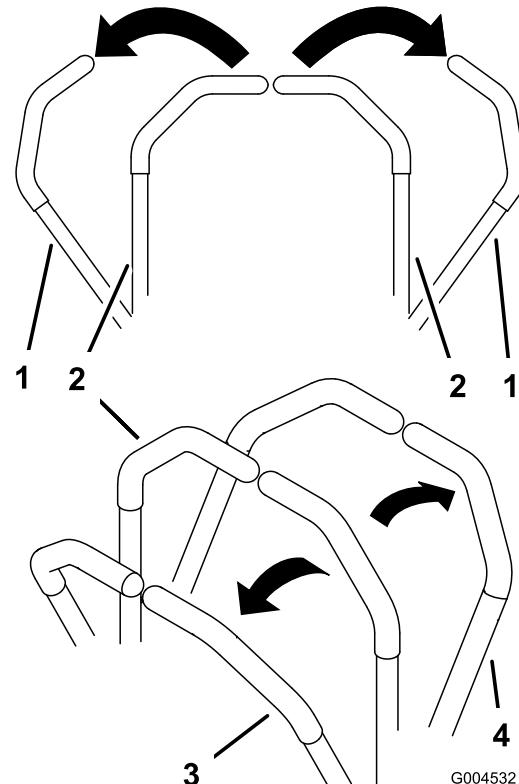

Figura 17
1. Mueva las palancas de control de movimiento hacia fuera (Figura 17) a la posición de bloqueo/punto muerto.
- Para ir hacia adelante, empuje lentamente las palancas de control de movimiento hacia adelante (Figura 17).
Para ir recto, aplique la misma presión a ambas palancas de control de movimiento (Figura 17).
Para girar, mueva la palanca de control de movimiento hacia punto muerto en el sentido en el que desea girar (Figura 17).
- Para ir hacia atrás, tire lentamente de las palancas de control de movimiento hacia atrás (Figura 17).
Para girar, deje de empujar la palanca de control de movimiento del lado al que desea girar (Figura 17).